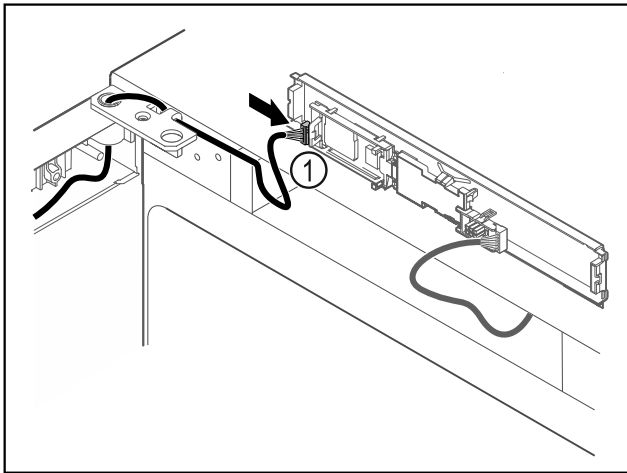

Fig. 63
- Stekker Fig. 63 (1) in printplaat steken.